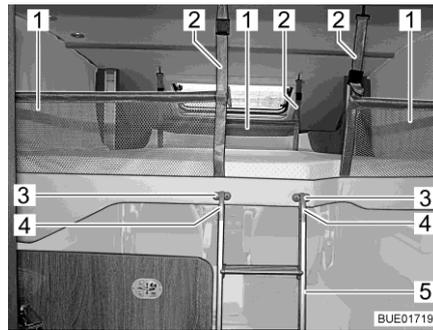

Bild 96 Hubbett mit aufgespanntem Sicherungsnetz
Die drei Sicherungsnetze (Bild 96,2) mit den Sicherungsgurten liegen im Hubbett unter der Matratze. Die Sicherungsnetze erst aufspannen, wenn sich die Personen bereits im Hubbett befinden.
- Sicherungsgurte (Bild 96,1) in die Haken an der Decke einhängen.
- Beide Bügel (Bild 96,4) der Aufstiegsleiter (Bild 96,5) in die Halterungen (Bild 96,3) einhängen.
- Aufstiegsleiter (Bild 96,5) aus den Halterungen (Bild 96,3) aushängen.